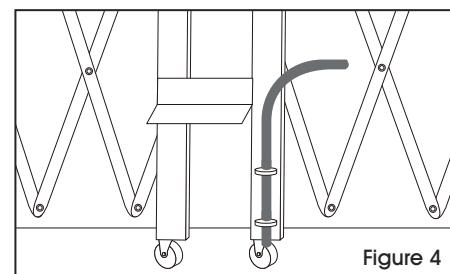

Figure 4
- Soulevez la cheville centrale et utilisez la coche pour la tenir en place; ceci empêche d'endommager la surface du plancher. (Voir Figure 4) Allongez et ramenez la barrière jusqu'à ses butées pour supprimer la rigidité. Répétez les étapes 2 et 3 pour la deuxième moitié de la barrière.